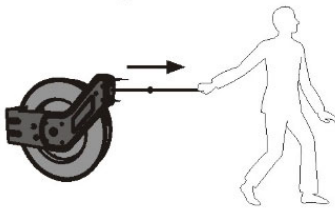

Fig.8: Operación
Paso 1: tire de la manguera uniformemente hacia adelante desde el tambor hasta se escucha un sonido de clic (Fig. 8).